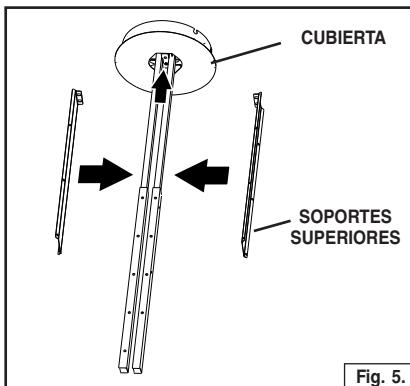
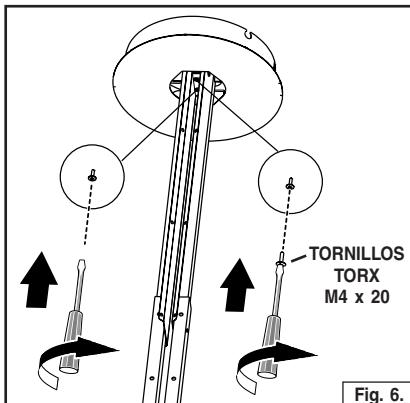

Fig. 5.
Fig. 6.
- Instale los soportes superiores para los brazos de montaje telescopicos utilizando (2) tornillos Torx de cabeza grande M4 x 20. Fig. 5 y Fig. 6. Quite el revestimiento de protección.